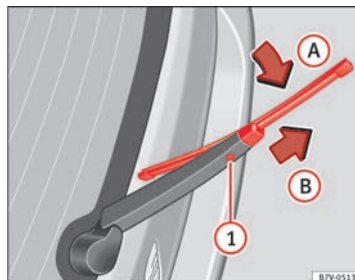

Fig. 119 Remplacement du balai de l'essuie-glace arrière.
- Soulevez le bras de l'essuie-glace et rabattez-le à un angle d'environ 60° ⇒ fig. 119.
- Maintenez enfoncée la touche de déverrouillage ①.
- Rabattez le balai dans le sens du bras d'essuie-glace ⇒ fig. 119 (flèche A) et tirez en même temps dans le sens indiqué par la flèche (B). Vous devez probablement utiliser la force.
- Insérez sur le bras de l'essuie-glace un balai neuf **de même longueur et de même type** dans le sens contraire de la flèche (B) et encastrez-le. Pour cela, le balai doit être en position replié (flèche A).